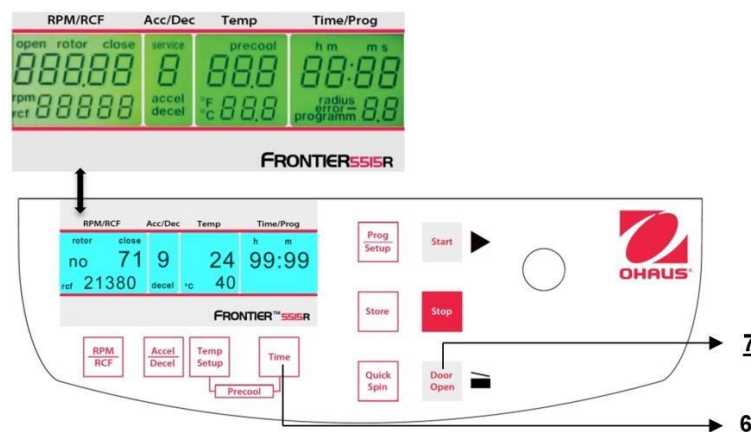

Figure. 32
La centrifugeuse étant hors tension, appuyer simultanément sur les touches **"Time"**(6) et **"Door Open"** (7), et mettre la centrifugeuse sous tension avec le commutateur principal. Relâcher les deux touches ; il en résultera l'exécution d'un test de l'affichage pendant environ 5 secondes. Tous les indicateurs apparaîtront simultanément (voir la figure 32).